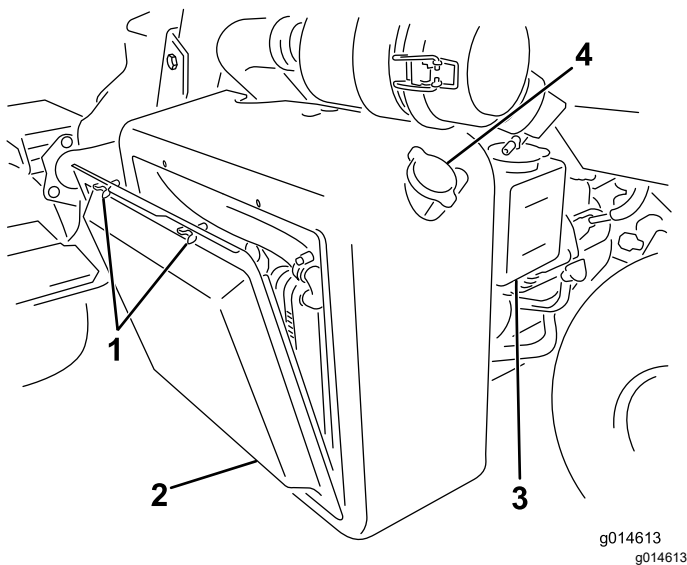
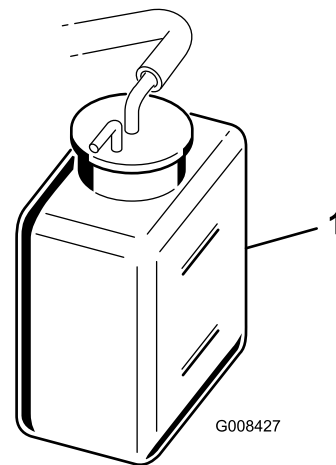

Figure 55
Figure 56
1. Retirez l'écran du radiateur (Figure 55).
2. Contrôlez le niveau de liquide de refroidissement (Figure 55 et Figure 56).